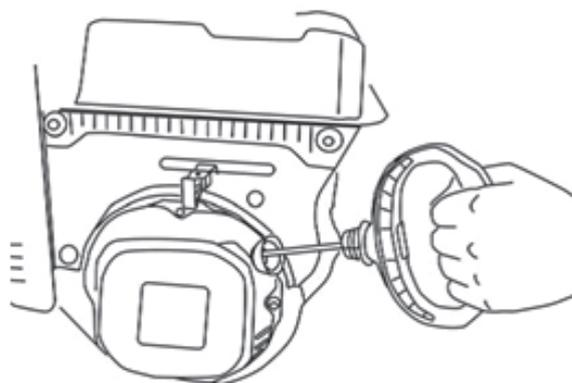

Рис.35
- Потяните за рукоятку ручного стартера (Рис.35) до тех пор пока не почувствуете сопротивление, затем произведите резкий рывок за рукоятку.